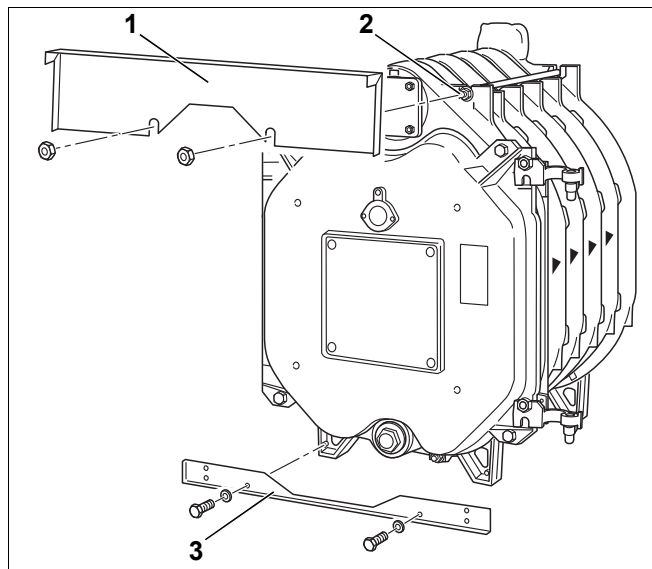

Рис. 30 Монтаж передних траверс
- ▶ Спереди котла наверните на обе анкерные штанги по одной гайке (рис. 30, [2]).
- ▶ Вставьте верхнюю переднюю поперечную траверсу (рис. 30, [1]) между гайками на анкерных штангах и зафиксируйте её на литом выступе.
- ▶ Закрепите нижнюю переднюю поперечную траверсу (рис. 30, [3]) двумя болтами на ножках передней секции котла.